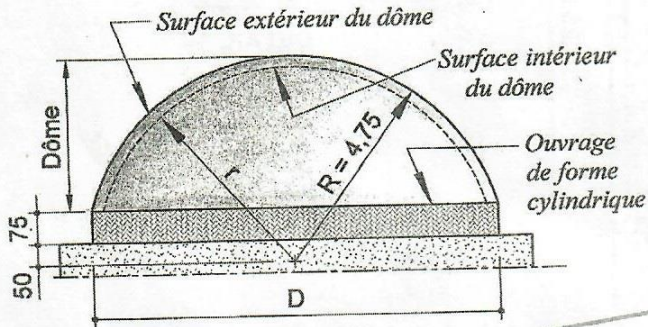

figure 1
Pour la réalisation du dôme (figure 1), Calculer :
3. l'aire ( $S_C$ ) de la surface extérieure de l'ouvrage de forme cylindrique à revêtir (voir figure 1).